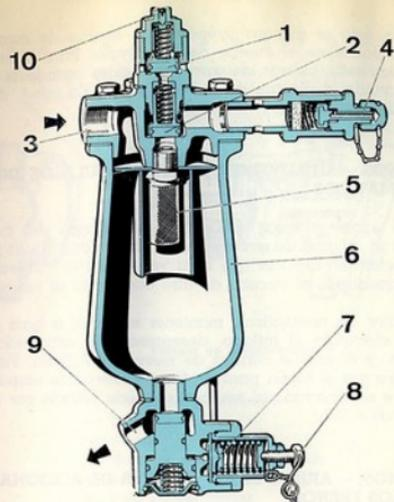

Fig. 43. - Depurador-regulador de aire
39) FRENOS. — ENTRETENIMIENTO DEL DEPURADOR-REGULADOR (Fig. 43)